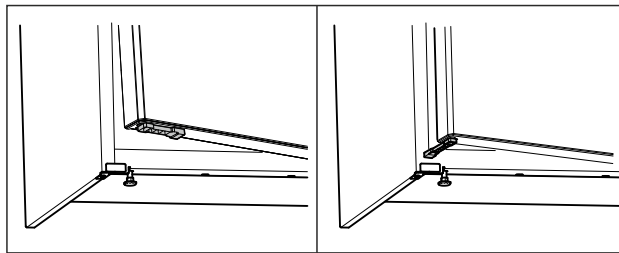

Fig. 63*
- ▶ Fordítsa el 90°-kal az ajtó nyitáskorlátozó elemét. (lásd Fig. 63) *